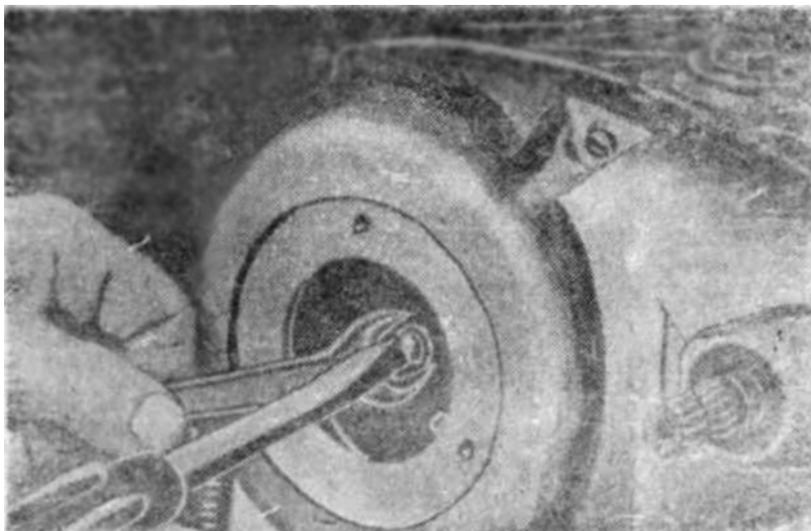

Fig. 5 Regulación de embrague.
- Ajustar el tornillo central de regulación permitiendo una holgura en el empuje de 1 o 2 mm. Sujetándolo con un destornillador, ajuste luego la tuerca de fijación. (Fig.5).